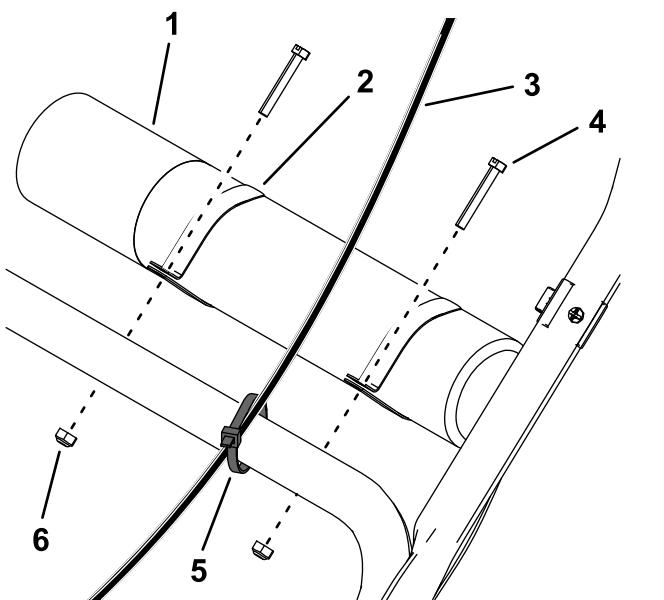

Figure 5
2. Fixez le câble d'accélérateur au-dessus de la partie inférieure du guidon à l'aide d'un serre-câble (Figure 5).
3. Faites glisser les colliers de fixation sur le tube du *Manuel de l'utilisateur* et fixez ce dernier sur le dessus de la partie inférieure du guidon à l'aide de 2 boulons à tête fendue et 2 contre-écrous (Figure 5).